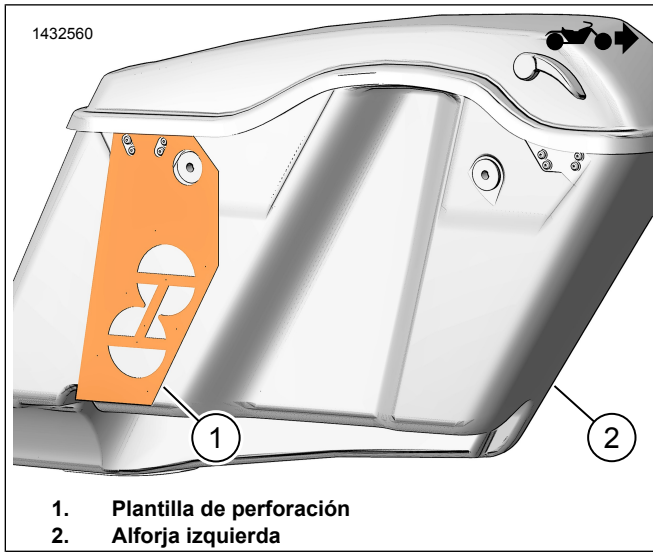

Figura 2. Plantilla de la alforja izquierda
1. Vea la Figura 2. Coloque la plantilla de taladro (1) en la alforja izquierda (2).
Vea la Figura 2. Modifique la alforja izquierda (2).